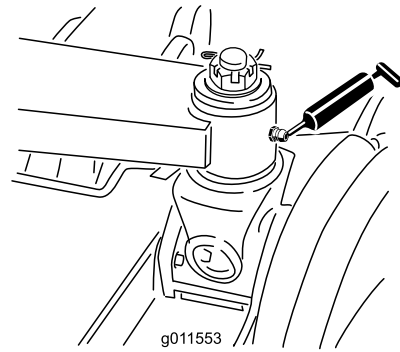
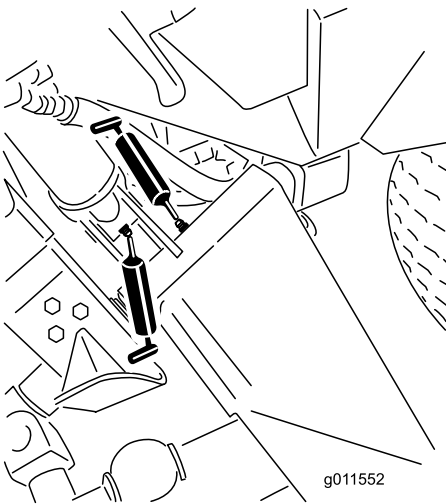

Figura 48
Figura 47
- Casquillos de los brazos de elevación principales (6) (Figura 47 y Figura 48)